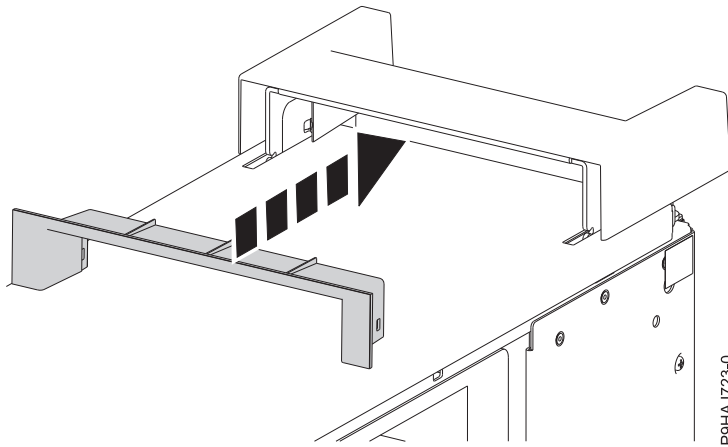

Abbildung 29. Plastikelement innerhalb der Griffabdeckung einsetzen
5. Setzen Sie das Plastikelement innerhalb der Griffabdeckung ein, indem Sie es fest in die Griffabdeckung drücken (siehe Abb. 29).